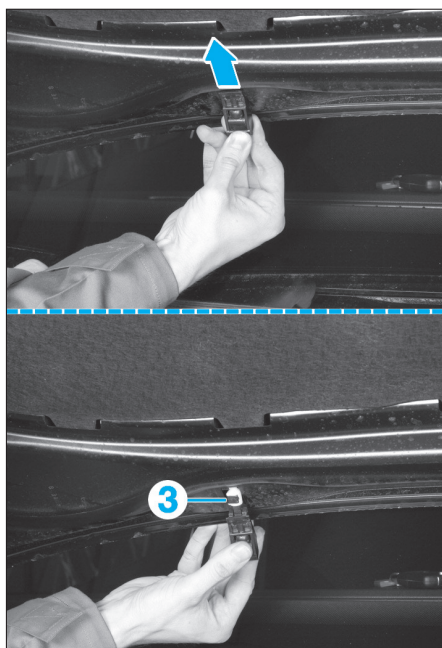

FIG. 113
- Extraire les gicleurs de lave-vitre comme illustré (Fig.113).